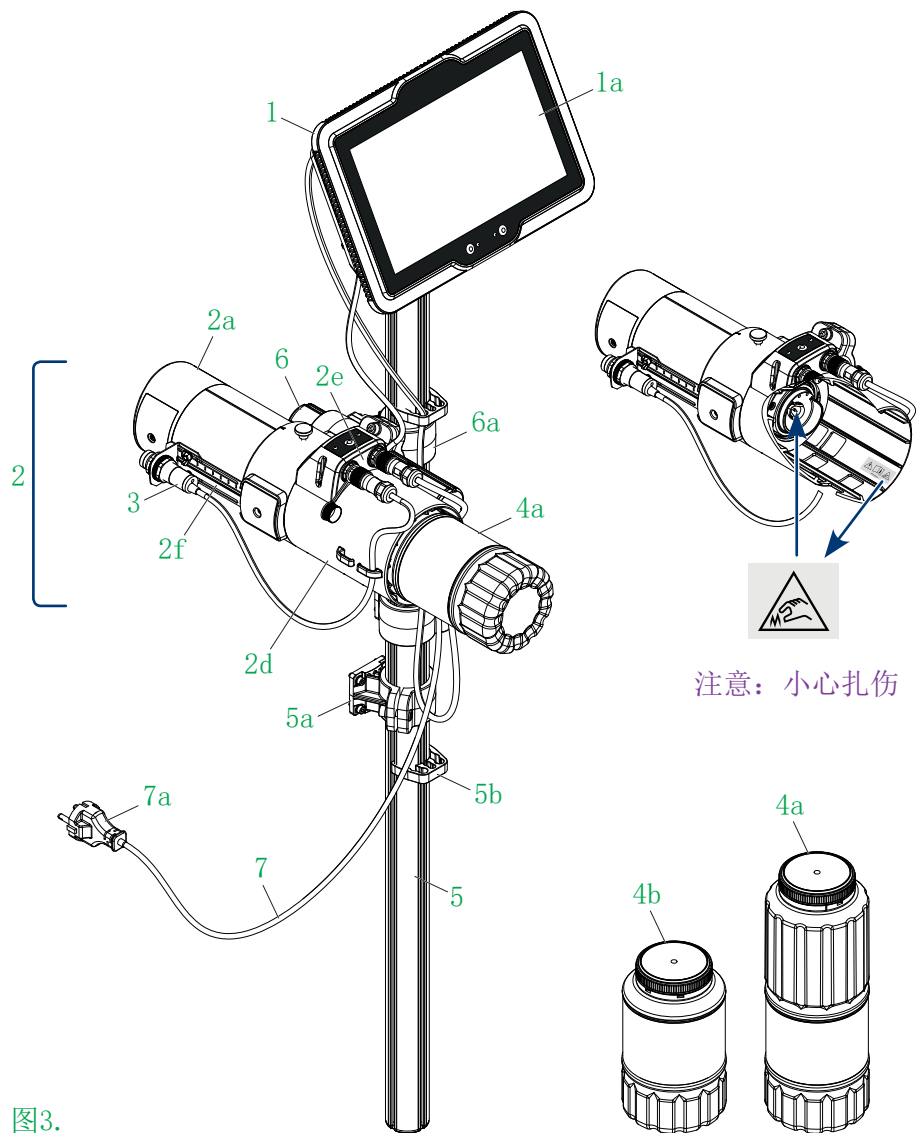

图3.
* - 由于国别不同，电源插头7a可能与图3页图14所示的有所不同。